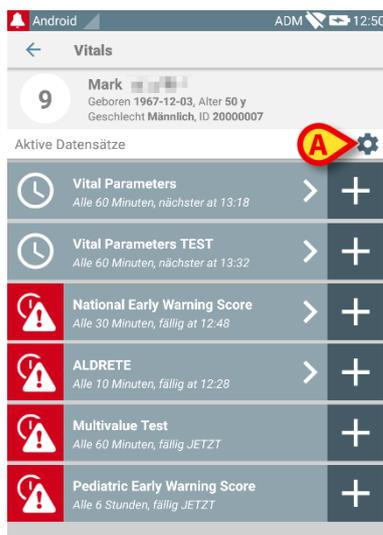

Abb. 95
Die Optionen zur Konfiguration der Datensätze können nach Auswahl des Patienten auf der Bildschirmanzeige mit der Datensatzliste (Abb. 95) aufgerufen werden.
- Berühren Sie das Symbol  (Abb. 95 **A**).